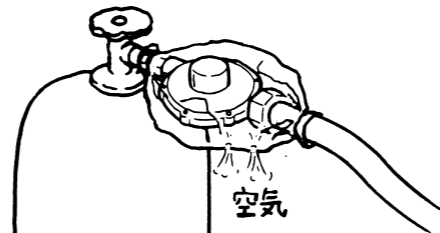

図5
6. 調整器は、通気口から雨水・雪等が浸入して凍結することを防ぐためビニールカバー等で防護してください。ビニールカバー等には通気用の穴を開けてください。(図5参照)